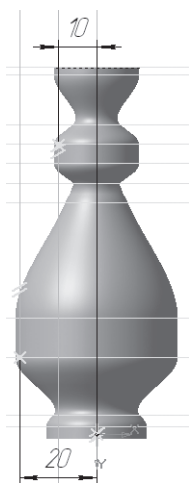

Рис. 265
- с помощью  параллельных прямых постройте вертикальные прямые на расстоянии 10 мм и 20 мм. Подтвердите только линии с левой стороны (рис. 265);